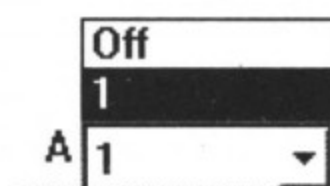

图 8-45 相对显示模式
②相对显示模式。垂直坐标轴按相对值显示,所有的数据点按其相对于测量最大值的比例进行绘制。垂直坐标轴的范围为 0~1,其中 1 对应于测量中的最大值,如图 8-45 所示。当选择“无”时,频谱分析仪将不会显示通道 A 中的数据。